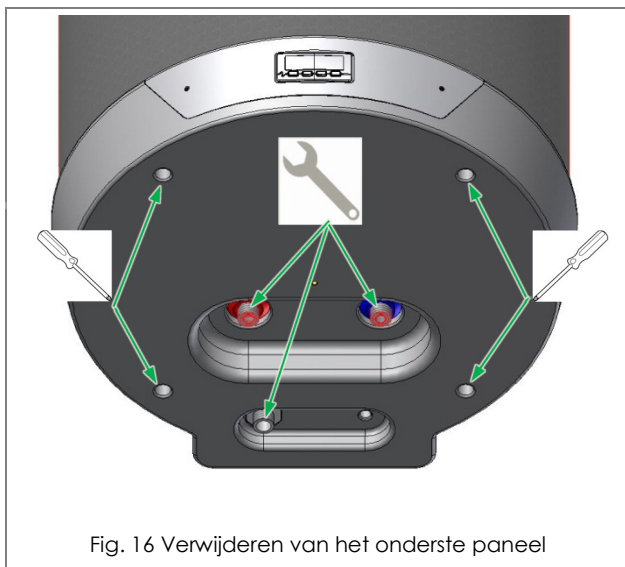

Fig. 16 Verwijderen van het onderste paneel
- Maak het onderste paneel los door de borgschroeven te verwijderen (fig. 16);
Verwijder dan het onderste paneel om de anode te bereiken voor demontage. (Zie fig. 16)